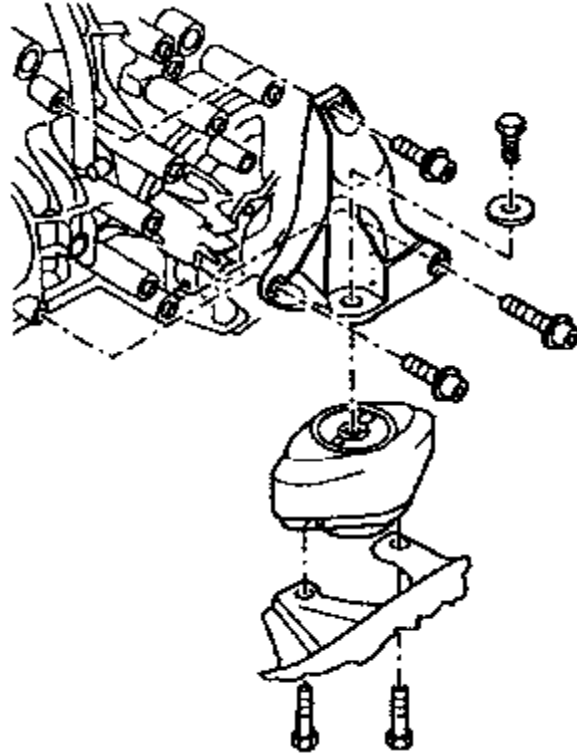

图 8-59 拆卸变速箱右支承
(4) 如图 8-59 所示，把带变速箱轴承的变速箱右支承整个拆下。